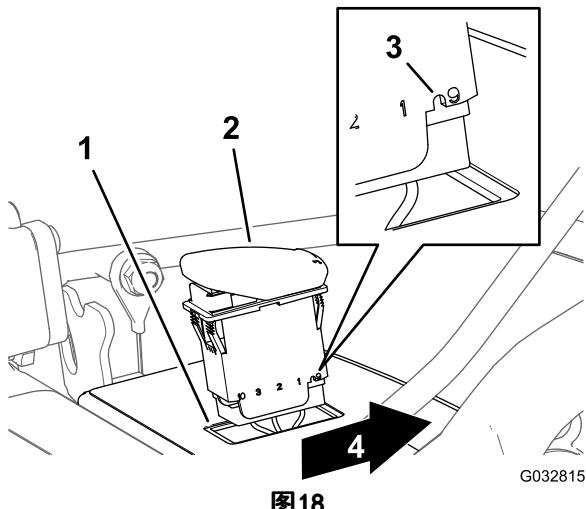

图18
- 对准开关，使开关壳体的槽口朝向控制面板前面（图18）。
- 将开关插入控制面板的开口，直至牢固卡入面板（图18）。